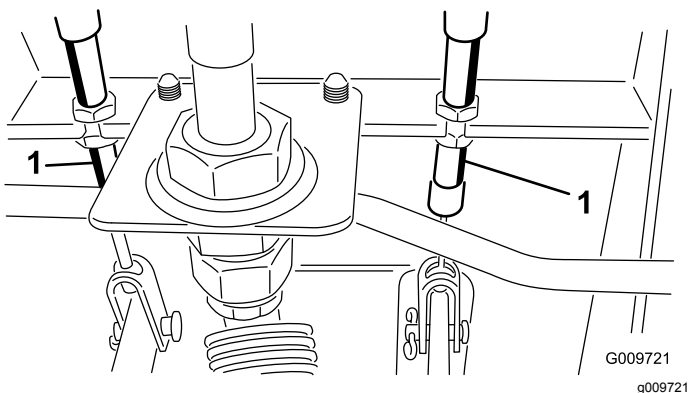

Рисунок 58
- A. Отпустите переднюю гайку на резьбовом конце гибкого тросика тормоза (Рисунок 58).